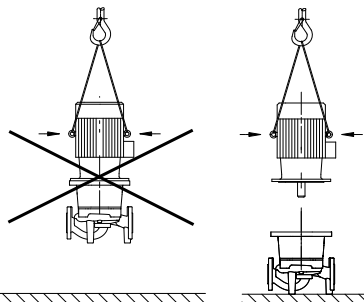

Fig. 16: transporte del motor
- Las argollas de elevación situadas en el motor sirven sólo para transportar la carga del motor y no la bomba completa (Fig. 16).